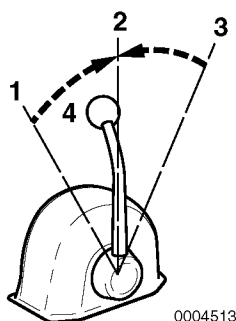

Figure 2
Bruk gass-spaken (**Figure 2, (4)**) for å kontrollere akselerering og nedbremsing. Flytt håndtaket langsomt.
2. Når du flytter spaken mellom FOROVER (**Figure 2, (1 or 3)**) og REVERS (**Figure 2, (3 eller 1)**), sett spaken i FRI (**Figure 2, (2)**) og ta en pause før du sakte flytter den til ønsket posisjon. Du må ALDRI skifte brått fra FOROVER til REVERS eller omvendt.